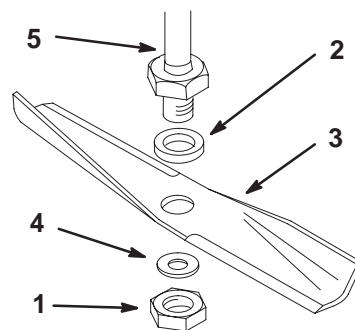

Bild 26
Hinweis: Vergewissern Sie sich, dass sich das Messer und die Schrauben an den Stellen befinden, wie in Bild 26 angegeben.
3. Entfernen Sie die Mutter, Scheibe (dick), das Messer und die flache Scheibe (Bild 26). Sie können einen Holzklotz zwischen das Schnittmesser und das Mähwerk keilen, um das Schnittmesser beim Entfernen der Schraube zu blockieren.